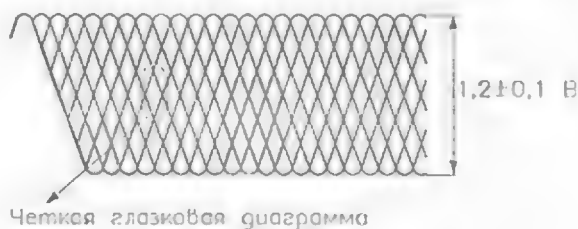

Рис. 4.16. Осциллограмма высокочастотного сигнала RF
3. Проверить форму и качество высокочастотного сигнала RF. Глазковая диаграмма (рис. 4.16) должна быть четкой, размах сигнала – около 1,2 В.